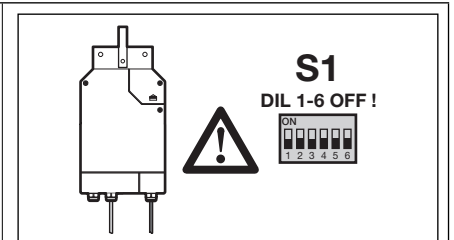

Рис. 6-1: DIL-переключатель «Встроенный блок управления»
3. На приводе (встроенный блок управления) все DIL-переключатели **S1** должны находиться в положении **OFF** (см. рис. 6-1).